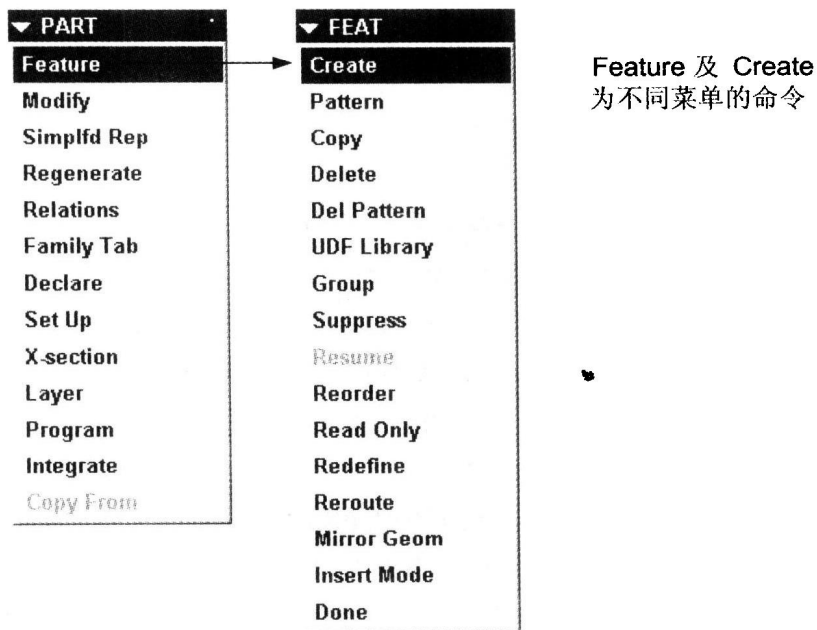

图 2
4. → (例如: Feature → Create): 不同菜单的命令 (见图 2)。